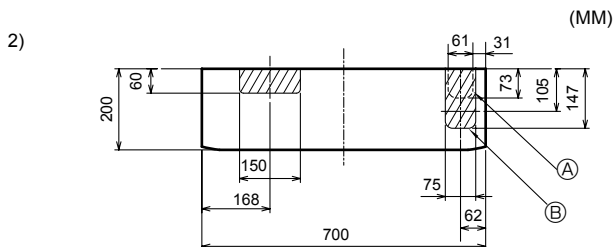

Fig. 3-8
2) Для трубопроводов справа по направлению вниз или слева по направлению вниз (Fig. 3-8)